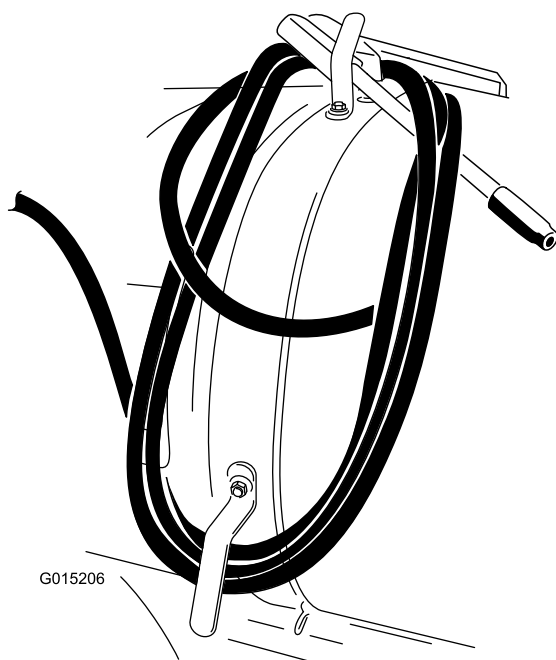

Рисунок 14
4. Намотайте излишнюю длину шланга на крюки бака и закрепите пистолет, как показано на Рисунок 14.